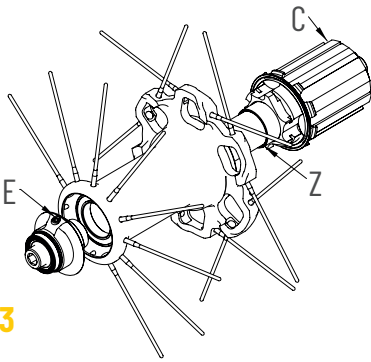

FIG. 3
- Terminata la manutenzione, infilate il corpo ruota libera con il relativo distanziale nel perno (Z) (Fig.3).